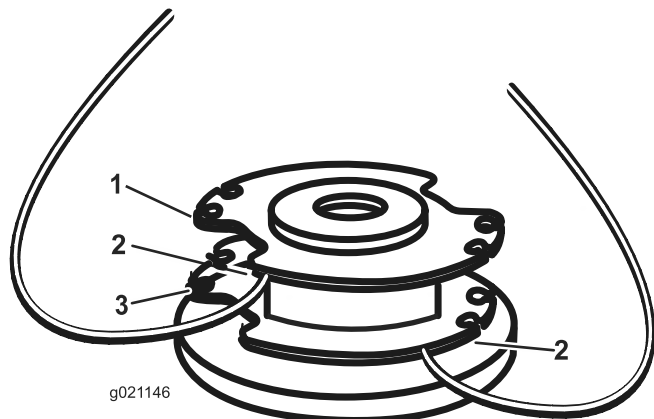

Figura 20
4. Inserte el hilo por los taladros de anclaje de la parte superior del carrete (Figura 20). Enrolle el hilo en el carrete en el sentido indicado por las flechas marcadas en el carrete.